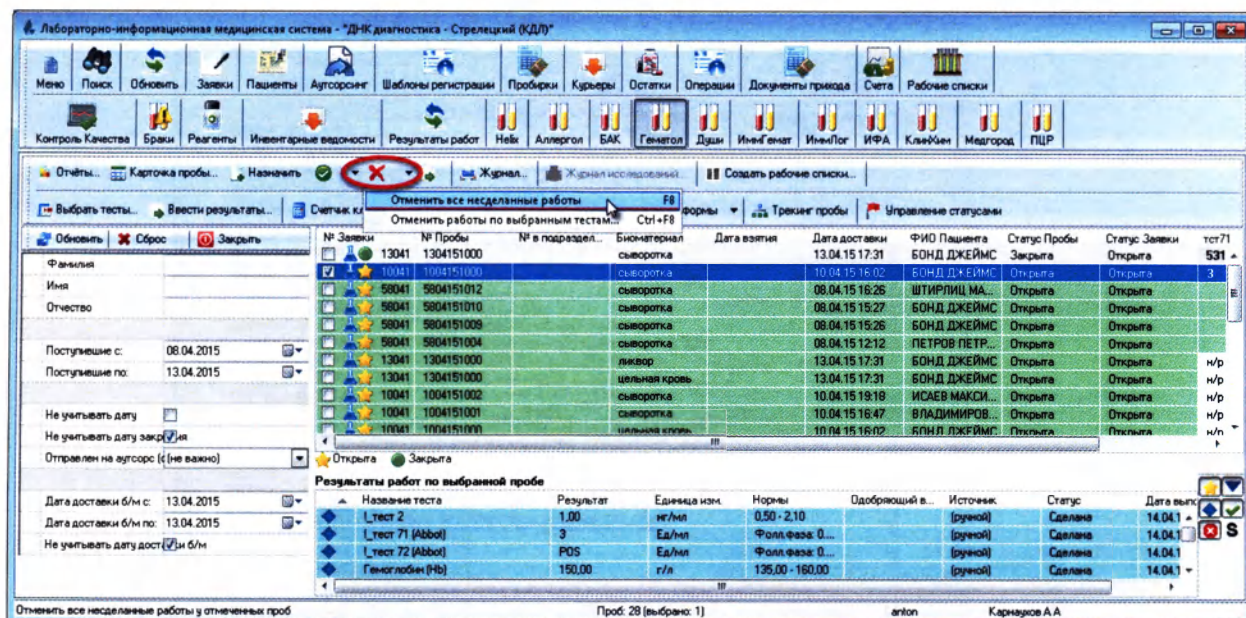

Рисунок 5.38
2. Нажмите на кнопку «Отменить работы» и в контекстном меню выберите пункт «Отменить все несконченные работы», или нажмите клавишу F8 (Рисунок 5.38):